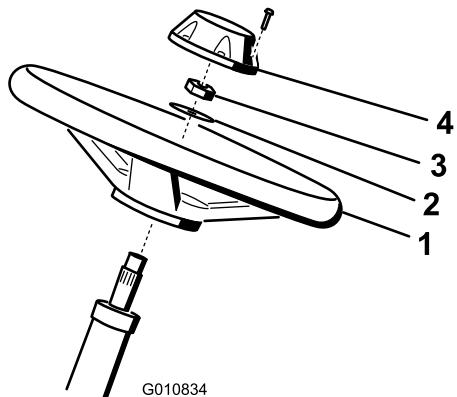

Bild 5
- Schieben Sie das Lenkrad auf die Lenkwelle (Bild 5).
- Schieben Sie die Scheibe auf die Lenkwelle (Bild 5).
- Befestigen Sie das Lenkrad mit der Klemmmutter an der Welle und ziehen sie auf 27 bis 35 Nm an (Bild 5).
- Montieren Sie den Deckel mit der Schraube am Lenkrad (Bild 5).